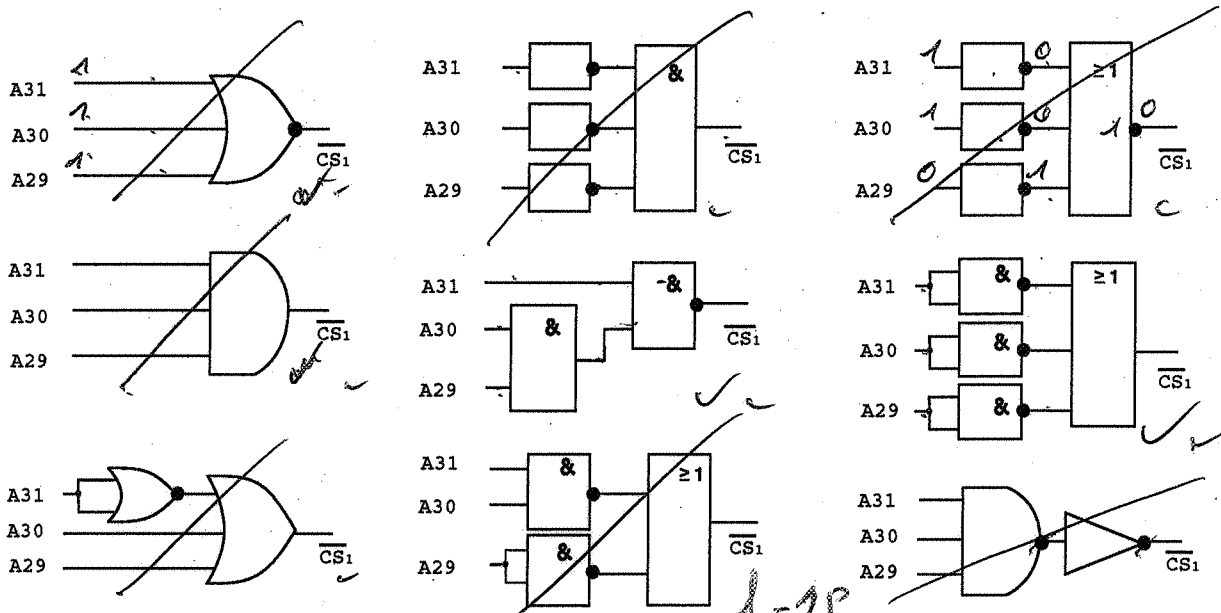

Bild 5: Schaltungsvorschläge für den Adressdecoder von Chip 1
d) Welche der folgenden Schaltungen sind geeignete Adressdecoder für den Chip 1? Streichen Sie alle ungeeigneten Schaltungen in Bild 5 durch.